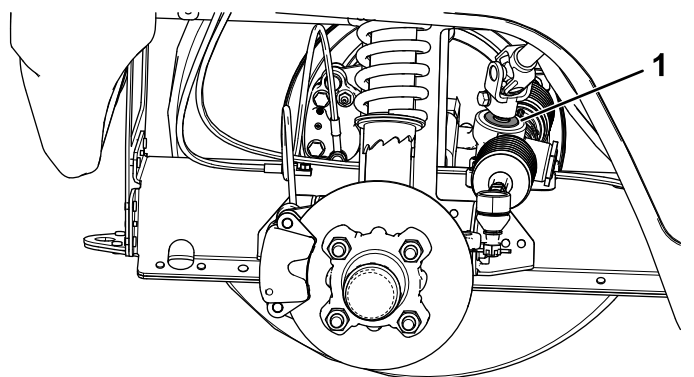

Рисунок 43
**Внимание:** Проверьте состояние и надежность уплотнения вала ведущей шестерни (Рисунок 43).